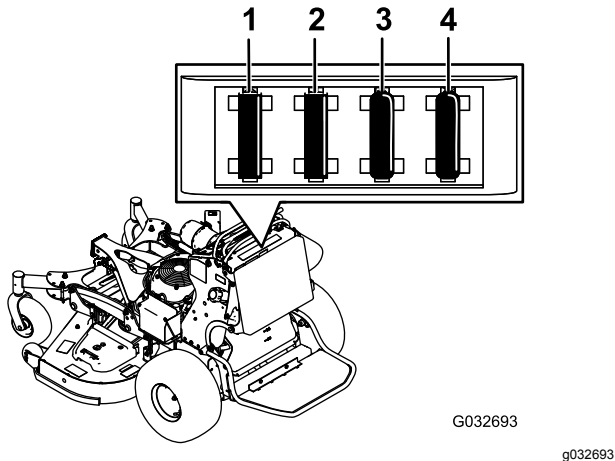

Figure 53
2. Tirez sur le fusible pour le sortir ou le remplacer (Figure 53).
**Remarque:** Veillez à utiliser un fusible du bon calibre Figure 53.